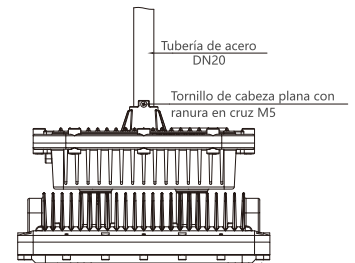

FIGURA 4
6. Es posible realizar el montaje del luminario de manera colgante con tubería de acero DN20 y fijandolo con tornillos M5 con torque de 4 Nm como se muestra en la figura 4.